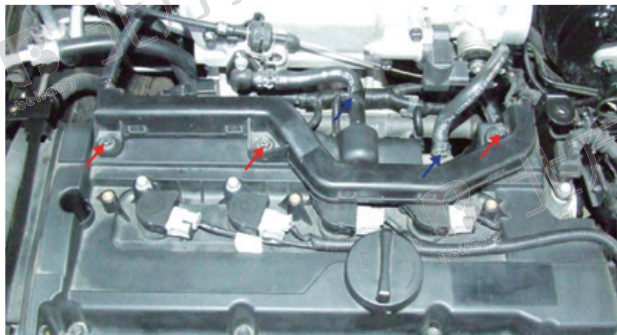

图 2
- (1) 使用 10mm 丁字拆卸红色箭头所标示的螺栓。
- (2) 使用鲤鱼钳拆卸蓝色箭头所标示的废气管固定卡。如图 2 所示。